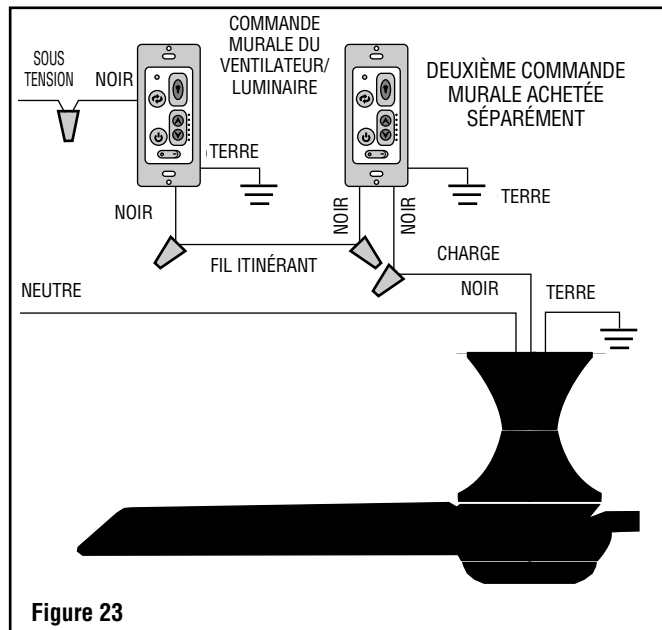

Figure 23
(Un ventilateur contrôlé depuis deux commandes murales différentes) (Voir Figures 23 et 24).
Installez la première commande murale dans le boîtier mural contenant le fil sous tension. Connectez le fil noir de la commande murale avec l'étiquette jaune indiquant « To Power Supply » (Vers la source d'alimentation) au fil sous tension dans le boîtier mural. Raccordez solidement les fils avec le capuchon de connexion (fourni) (Figure 23).
Connectez le fil noir de la commande murale avec l'étiquette bleue indiquant « To Fan » (Vers le ventilateur) au fil itinérant dans le boîtier mural. Raccordez solidement les fils avec le capuchon de connexion (fourni) (Figure 23).
Connectez le fil de mise à la terre vert de la commande murale au fil en cuivre nu ou au fil de mise à la terre vert dans le boîtier mural. Raccordez solidement les fils avec le capuchon de connexion (fourni) (Figure 23).
**REMARQUE :** Les installations avec double commande ayant été modifiées incluent probablement deux fils itinérants entre les deux boîtiers muraux. Dans les constructions neuves, seul un fil itinérant est nécessaire (Voir Figure 23).